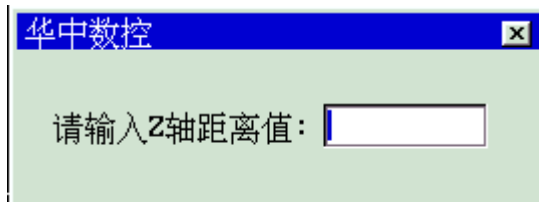

图 4.1.6 输入试切后工件的直(半)径值
(9) 按 **Enter** 键，弹出如图 4.1.6 所示输入框；